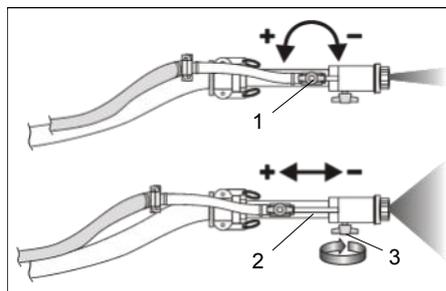

FIG.36 (Regolazione lancia spruzzatrice)
- 7) Fermare la macchina chiudendo la valvola sulla lancia spruzzatrice (FIG.36-Rif.1) e/o portando il selettore "Marcia - Arresto" (FIG.28/30/32/34-Rif.1) in posizione "0";
- 2) Aprire (+) la valvola sulla lancia spruzzatrice (FIG.36-Rif.1);
- 3) Regolare lo spruzzo del materiale spostando avanti e/o indietro (+ o -) il tubo dell'aria (FIG.36-Rif.2) agendo sulla vite (FIG.36-Rif.3) e bloccandolo nella posizione corretta.
- 1) Fermare la macchina chiudendo (-) la valvola sulla lancia spruzzatrice (FIG.36-Rif.1);
- 2) Per riprendere il lavoro aprire (+) la valvola sulla lancia spruzzatrice (FIG.36-Rif.1).
- 3) Fermare la macchina chiudendo (-) la valvola sulla lancia spruzzatrice (FIG.36-Rif.1);